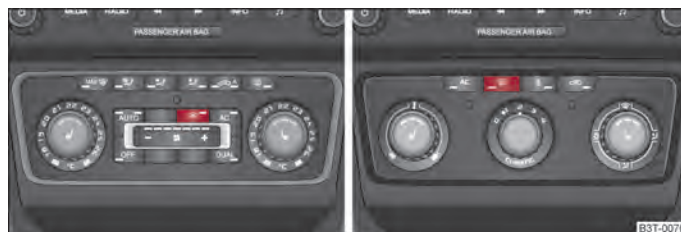

Fig. 47 Conmutador del parabrisas calefactable/Conmutador para la calefacción de luneta ►
- Se conecta o desconecta el calefaccionado del parabrisas pulsando el conmutador  ⇒ fig. 47 - lado izquierdo, el testigo de control en el conmutador se enciende o se apaga.
- Se conecta o desconecta el calefaccionado de la luneta pulsando el conmutador  ⇒ fig. 47 - lado derecho, el testigo de control en el conmutador se enciende o se apaga.